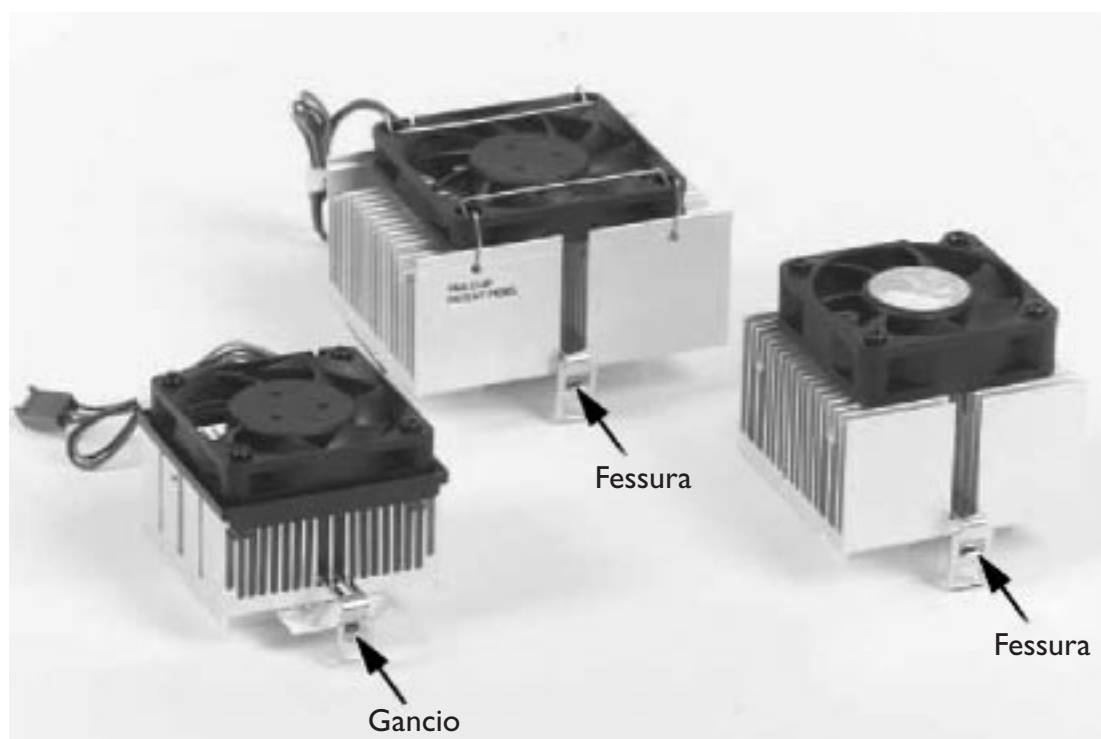

Figura 6. Dissipatori appropriati per l'utilizzo con i processori AMD Socket A.
6. La Figura 6 mostra un esempio di gruppi tipici di dissipatori, comunemente usati su processori inseriti su socket AMD. Notare che questi gruppi variano per dimensioni, numero di fessure e design delle clip. L'adeguatezza del dissipatore da utilizzare sarà determinata da:
Notare i due tipi diversi di clip per dissipatore mostrate in Figura 6. Il design a forma di gancio è studiato per consentire l'installazione con l'estremità estensibile di una chiave a bussola (somiglia a un cacciavite con uno zoccolo attaccato). Il design della clip con un'estremità tagliata è studiato per permettere il suo inserimento tramite una leggera spinta con un cacciavite.